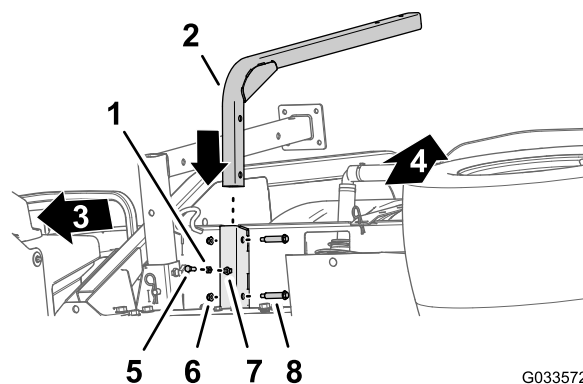

Figura 44
1. Alinhe o tubo de apoio do depósito de água limpa com o canal de suporte do depósito (Figura 44).
2. Alinhe os orifícios do tubo de apoio com os orifícios no canal (Figura 44).
3. Prenda o tubo ao canal (Figura 44) com os dois parafusos com olhal (1/2 pol. x 1-15/16 pol.) e duas porcas de bloqueio (5/16 pol.).
5. Enrosque a porca de retenção (5/16 pol.) no parafuso (5/16 pol. x 1 pol.) como se mostra na Figura 44.
6. Enrosque o parafuso (5/16 pol. x 1 pol.) e uma porca de retenção na porca soldada na parte inferior do canal de suporte do depósito e aperte o parafuso e a porca à mão (Figura 44).